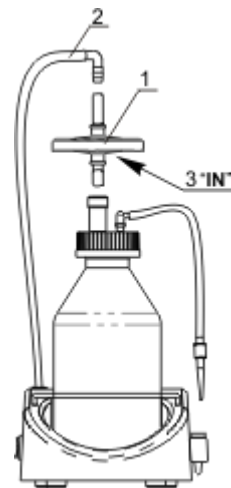

Fig.4 Remplacement du filtre
**Remplacement du filtre.** Déconnectez le filtre de l'adaptateur situé entre le bouchon et le filtre, retirez le filtre (fig.4/1) avec le tuyau d'entrée. Déconnectez le tuyau d'entrée et l'adaptateur du tuyau (90°) (fig.4/2) du filtre avec buses. Insérez un nouveau filtre dans l'emplacement et resserrez-le.
Vérifiez bien l'emplacement du filtre conformément à la fig. 4/3. Le marquage «IN» doit être situé sur le côté du tube d'entrée (à proximité de la fiole collectrice)!